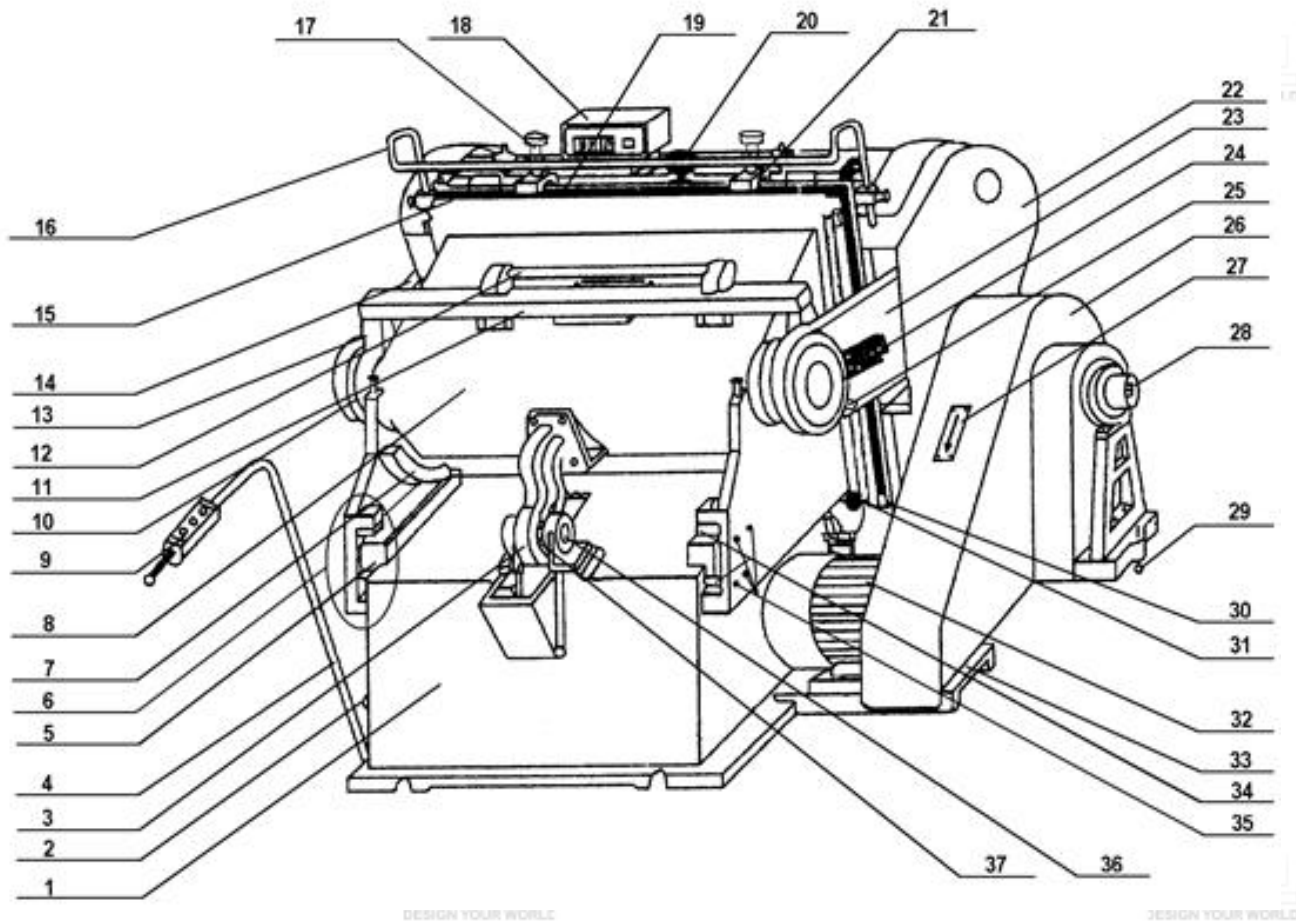

Рис. 1 Общая конструкция вырубного пресса
- 3.1 Привод (смотрите Рис.1 и Рис.2)
- 3.2 Корпус и подвижная плита (смотрите Рис.1 и Рис.2)
3.1 Привод (смотрите Рис.1 и Рис.2)
3.2 Корпус и подвижная плита (смотрите Рис.1 и Рис.2)